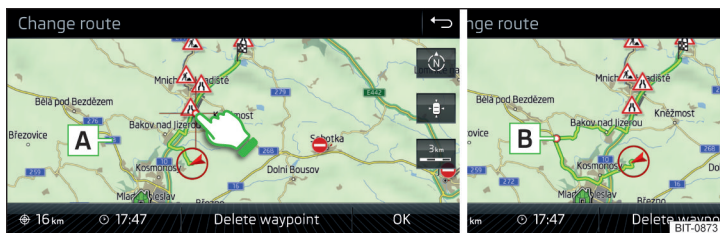

Fig. 233 Cambio de ruta en el mapa / Punto de paso de la ruta
► Tocando la pantalla en el área de ruta y desplazar el cruce sobre el lugar deseado en el mapa (p.ej.  » fig. 233).
El punto de paso  es insertado en la ruta » fig. 233.